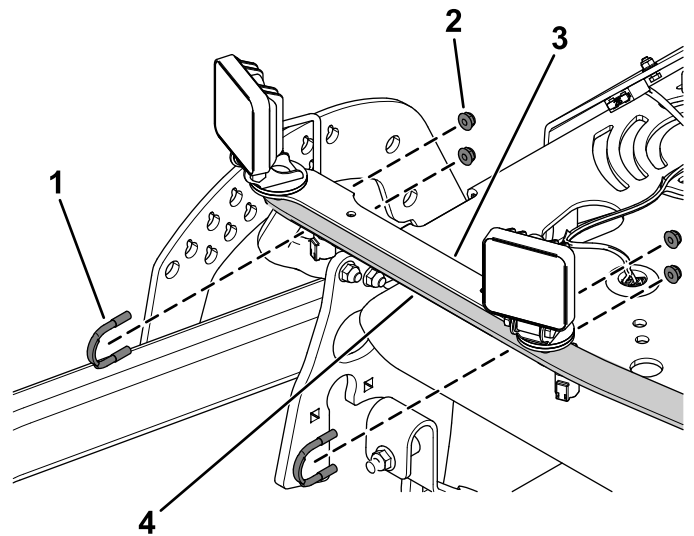

Figur 1
1. Fastgør de 2 lysdiodelygter til lygtebeslaget med 2 bræddebolte (5/16" x 7/8"), 2 friktionskiver og 2 flangemøtrikker (5/16") som vist i **Figur 1**.